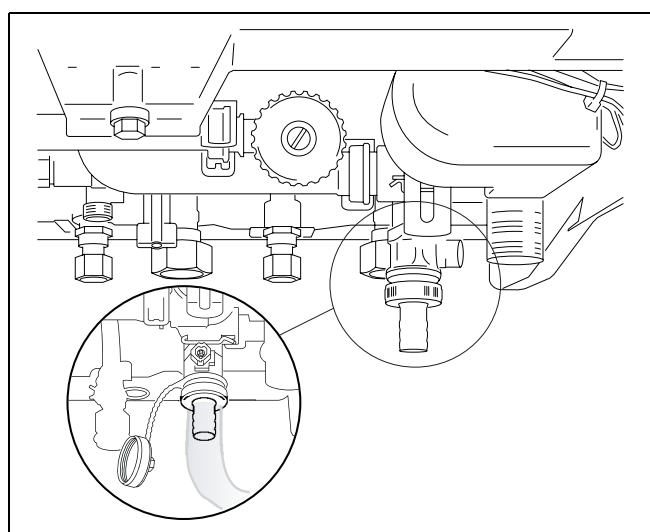

fig. 17 Påfyldning af varmeanlægget ved hjælp af påfyldningshane
- Tilslut slangen til gaskedlens påfyldningshane (fig. 17).